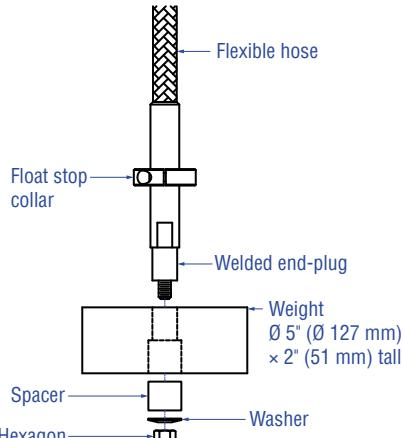
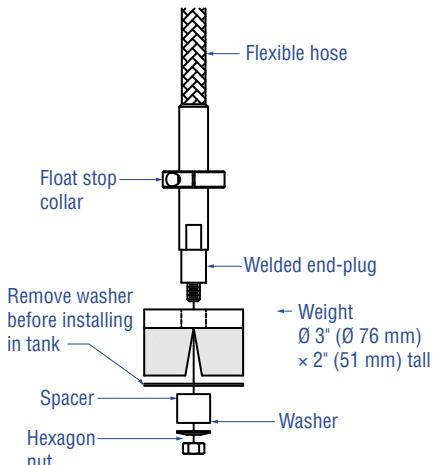
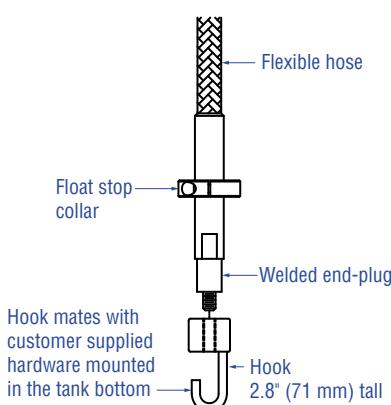

图 6：底部安装配重
图 7：底部安装磁铁
图 8：底部安装固定钩
6. 对于挠性软管，用所提供的螺母、垫片和垫圈安装管道的底部安装部分（这是管道的底部刚性部分）并拧紧，如图6、图7和图8所示。对于磁铁，在安装到储罐之前，要拆下垫圈。